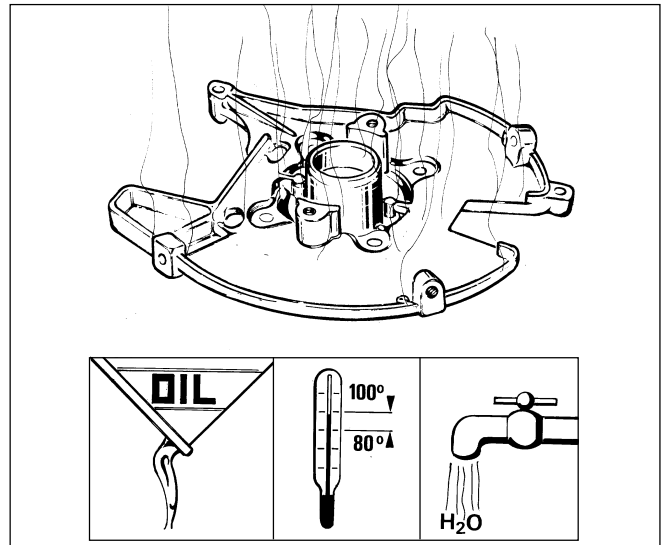

Fig. 20
Retirer les parties externes (convoyeur, volant, groupe allumage), puis dévisser les quatre vis de fixation de la base (voir A sur Fig. 20).
- Pour la dépose utiliser l'outil (88841044) avec les vis correspondantes (voir B sur la Fig. 20).
- Visser les vis de fixation avec le même nombre de tours (Fig. 20). Avec une clef 11/16 visser la vis centrale et extraire la base.
- pour déposer et reposer le roulement, la base du convoyeur doit être préchauffée à  $80 \div 100^{\circ}\text{C}$  (Fig. 20).
- Réchauffer la base du convoyeur en la plongeant dans de l'huile ou dans de l'eau à une température de  $80/100^{\circ}\text{C}$  (Fig. 20).